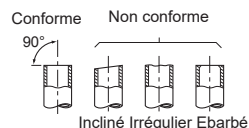

Fig. 2
- 4) Préparez l'extrémité du câble de terre (Fig. 2). Branchez-la à la borne de mise à la terre du boîtier électrique.
- 5) Préparez l'extrémité du câble de connexion de l'unité interne/externe (D) (Fig. 2). Branchez-la au bloc de raccordement. Veillez à ne pas faire d'erreur de câblage. Fixez fermement le câble au bloc de raccordement pour ne pas faire apparaître son noyau et n'appliquez aucune force extérieure à la section de branchement du bloc de raccordement.